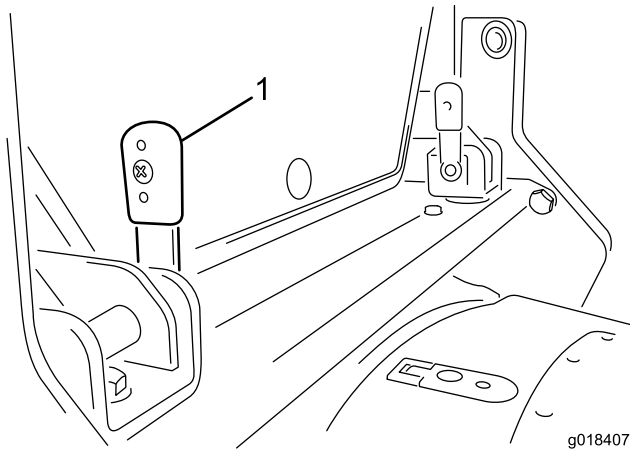

Bild 12
1. Drehen Sie die zwei Sperrhebel am Deckenbalken hinten an der Kabine so, dass sie nach vorne zeigen (Bild 12).
3. Drücken Sie die Griffe, die vertikal sind, (Bild 12) durch die Halterungen. Sie müssen die Hebel ggf. in den Halterungen hin- und herbewegen, um die Sperrstifte in den Schlitten auszufluchten.